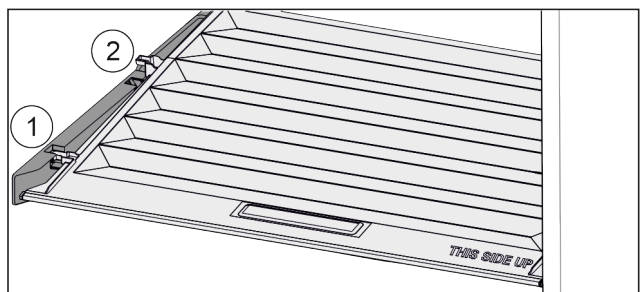

Fig. 33
- Deslice la tapa hacia delante hasta la abertura de las piezas de sujeción Fig. 33 (1).
- Levántela por detrás desde abajo y retírela tirando hacia arriba Fig. 33 (2).